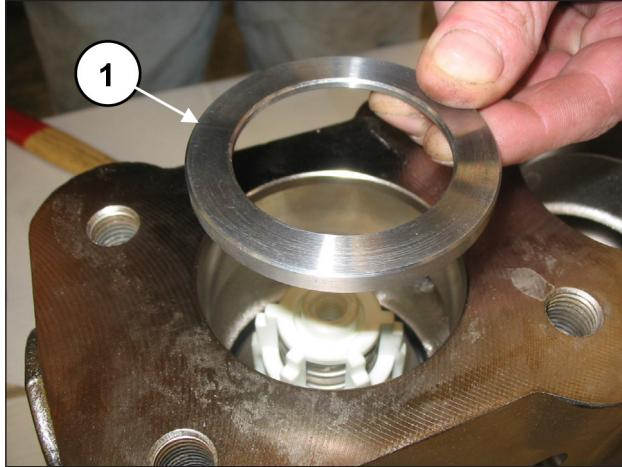
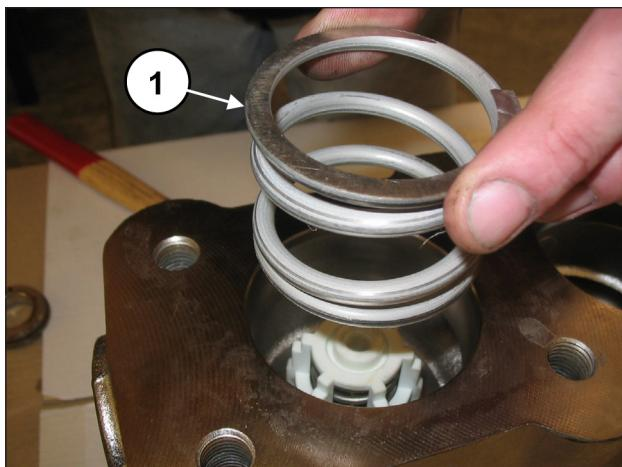

Fig. 129
Fig. 130
Insira o anel no local da válvula (pos. ①, Fig. 129), em apoio ao espaçador (pos. ①, Fig. 130).